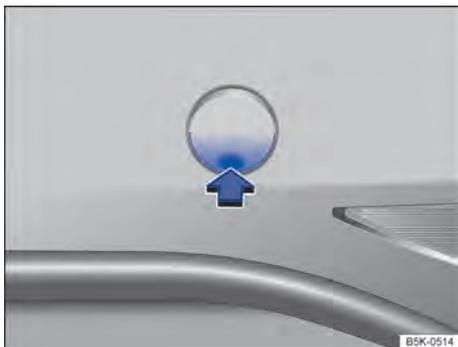

Fig. 231 No para-choque traseiro à direita: remover a cobertura.
- Pressionar na área inferior da cobertura ⇒ Fig. 231 (seta) para soltar o encaixe da cobertura.